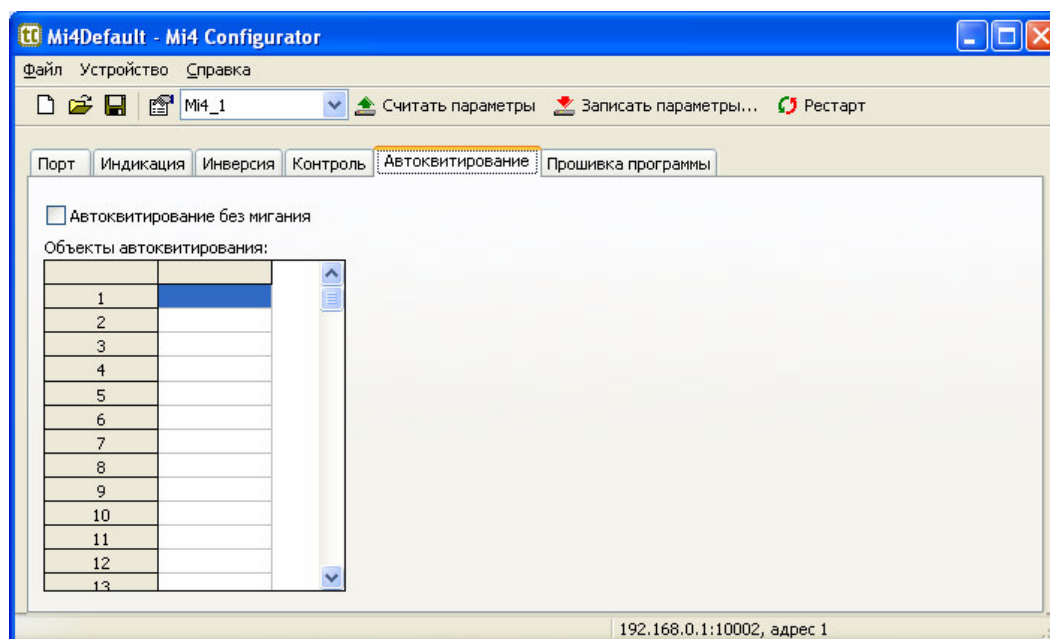

Рисунок 13 – Закладка «Автоквотирование»
5.2.6 Параметры автоквотирования (рисунок 13):